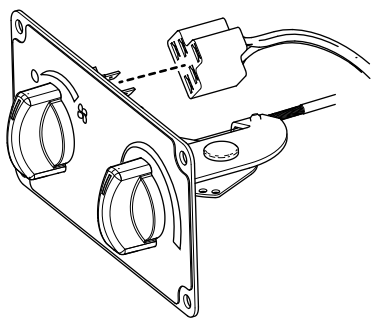

Figura 9
10. Ligue o conector de 5 terminais na cablagem do kit à parte de trás do interruptor de fluxo de ar (Figura 9).